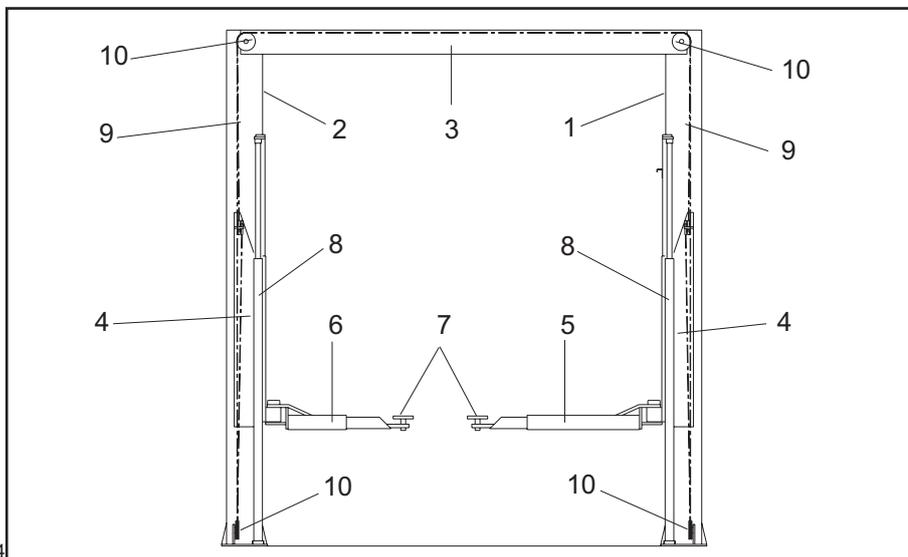

Fig.4
### GRUPPO STRUTTURA FISSA (Vedere Fig.4)
### FIXED STRUCTURE (Fig.4)
### GRUPPI MOBILI (Vedere Fig.4)
### GRUPPO SOLLEVAMENTO (Vedere Fig.4)
- Un dispositivo di sincronismo per la corsa dei carrelli costituito da un sistema di 2 funi (rif.9 Fig.4) e 6 carrucole di rinvio (rif.10 Fig.4).
### MOVING UNITS (see fig.4)
### LIFT UNIT(see fig.4)
- A synchronous device to control the carriages movement. The system consists of 2 cables (ref. 9, fig.4) and 4 return pulleys (ref.10, fig.4)